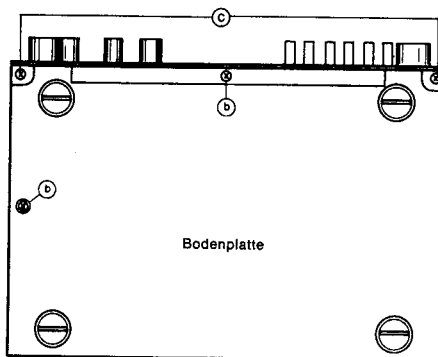

Abb. 2
- Die Schrauben (b) auf Abb. 2 und 3 herausdrehen.
- Die Schrauben (c) herausdrehen (Abb. 2 und 3).